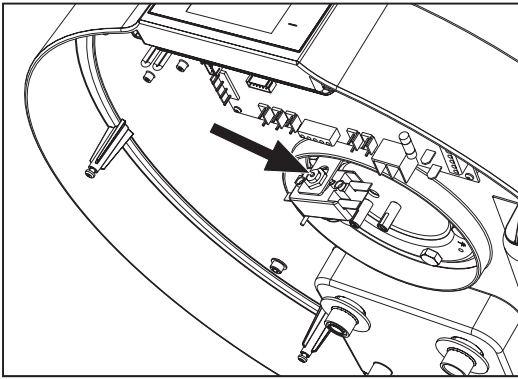

fig. 28 - Ripristino del termostato di sicurezza
- Ripristinare manualmente il termostato di sicurezza intervenuto (fig. 28). In caso di intervento il perno centrale del termostato fuoriesce per circa 2 mm.